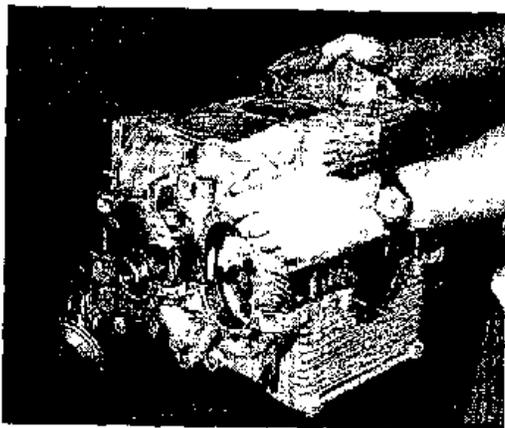

Figura. 70 Colocación de la mitad del cárter
- Coloque la mitad derecha del cárter del motor sobre la otra mitad (Ver figura 70)